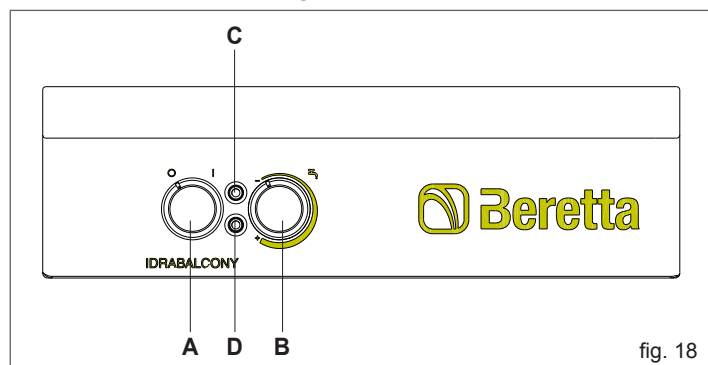

fig. 18
- Ruotare l'interruttore principale (fig. 18 - A) del pannello di comando in modo che sia in posizione "O"
- Verificare lo spegnimento della segnalazione verde (fig. 18 - C)
Agendo sulla manopola di selezione della temperatura (fig. 18 - B) è possibile selezionare la temperatura dell'acqua calda richiesta tra il minimo ed il massimo.
Ruotando la manopola (fig. 18 - B) in una posizione intermedia, è possibile ottenere una temperatura dell'acqua fornita compresa tra i valori di minimo e di massimo selezionabili.
Le curve estreme dei diagrammi si riferiscono alle temperature ottenute in funzione della portata acqua con manopola (fig. 18 - B) nella posizione di minimo o di massimo.
Si consiglia di ridurre di qualche grado la temperatura richiesta ruotando in senso antiorario la manopola (fig. 18 - B).